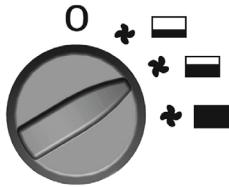

FIG. 2
- Fig.: 2** – Gemiddelde capaciteit